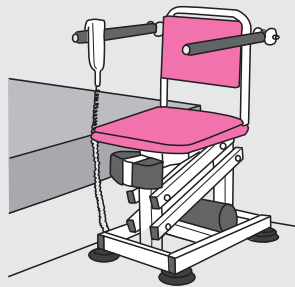

図8-1 玄関上がり框昇降用のリフト
- ・歩いて昇降することが無理なときは、ベンチやいすを利用して、座位で昇降動作をする方法があります。しかし、踏み台を利用するほどの高さの段差では、立ち座りに適切ないす高さを確保することが難しいことも多くあります。玄関上がり框昇降用のリフトでは、いすが上下に動きますので、上下段で立ち座りに適切ないす高さを確保できます。（図8-1）